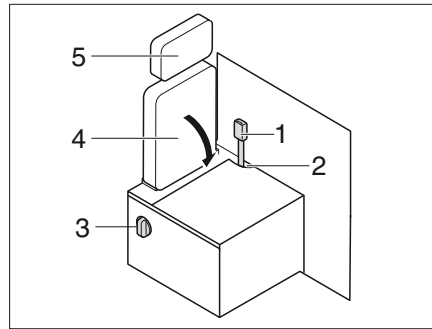

Bild 218 Ombyggnad körning - boende
- Ta bort nackstödet (Bild 218,5) (se kapitel 5.7).
- Sätt in spännet (Bild 218,1) i öppningen (Bild 218,2).
- Använd vridspaken (Bild 218,3) och fäll ner ryggstödet (Bild 218,4).
▷ Gör momenten i omvänd ordning när du byter från boende till körning. Se till att spännet förs genom öppningen (Bild 218,2).